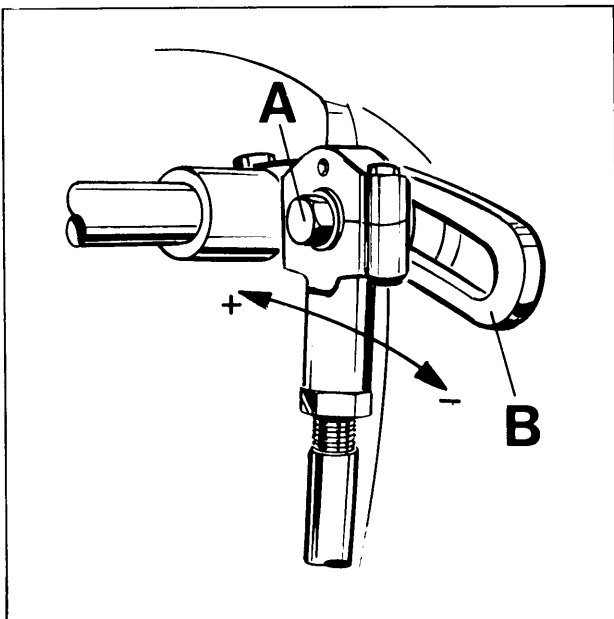

Fig. 21
For matching the upper feed dog travel with the lower feed dog travel loosen screw (A, Fig. 21). Moving the ball link in the slot of rocker lever (B) to the front decreases the upper feed dog travel, moving it to the rear increases the travel. Retighten screw (A).
Zum Angleichen des Obertransportwegs an den Weg des unteren Transporteurs lösen Sie die Schraube (A, Fig. 21). Verschieben des Kugelgelenks im Kulissenhebel (B) nach vorne verkleinert den Obertransportweg, verschieben nach hinten vergrößert ihn. Ziehen Sie die Schraube (A) wieder an.